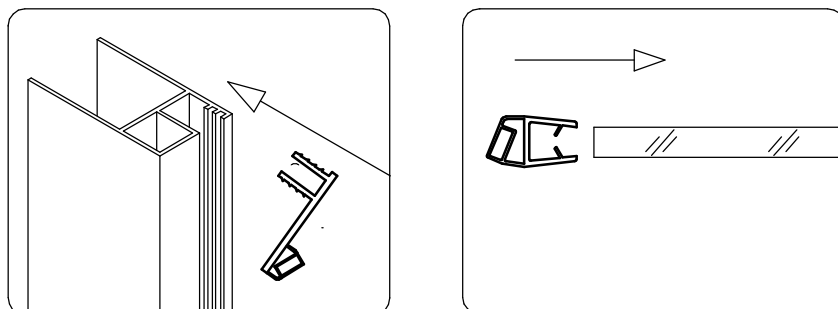

Рис.10
Установите магнитный уплотнитель (21) в профиль для стекла (1) со стороны где дверь. Установите магнитный уплотнитель (22) на стекло двери (4). (Рис. 10)